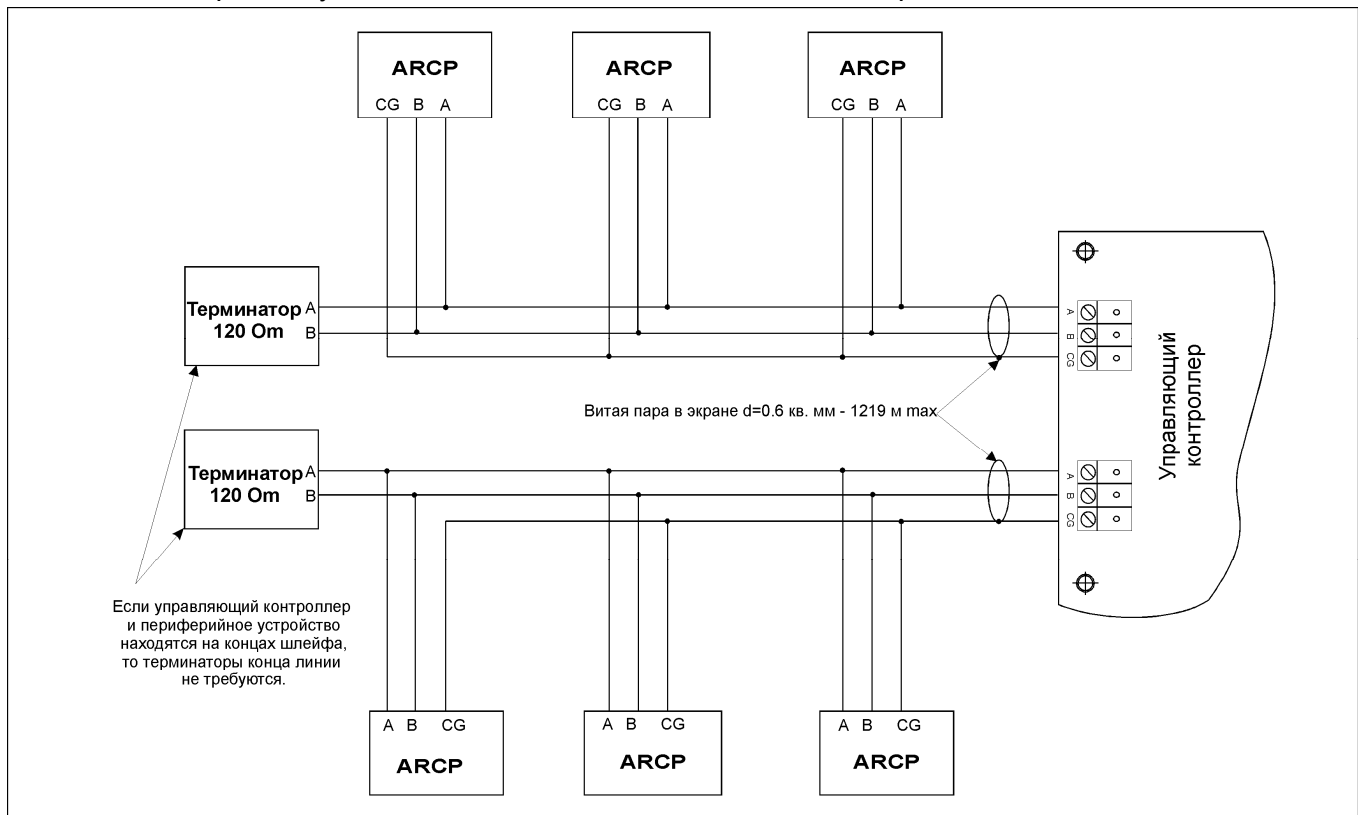

Рис.4. Схема подключения модуля к управляющему контроллеру.
Связь ARCP с управляющим контроллером осуществляется с помощью 2-х проводной линии типа «Витая пара». Осуществить подключение в соответствии с рис. 4.
**ВНИМАНИЕ!** Все устройства, подключенные к линии RS-485, должны быть соединены между собой проводом «сигнальный общий». Допускается использовать в качестве «общего» провода экран кабеля, смотри рисунок 4.